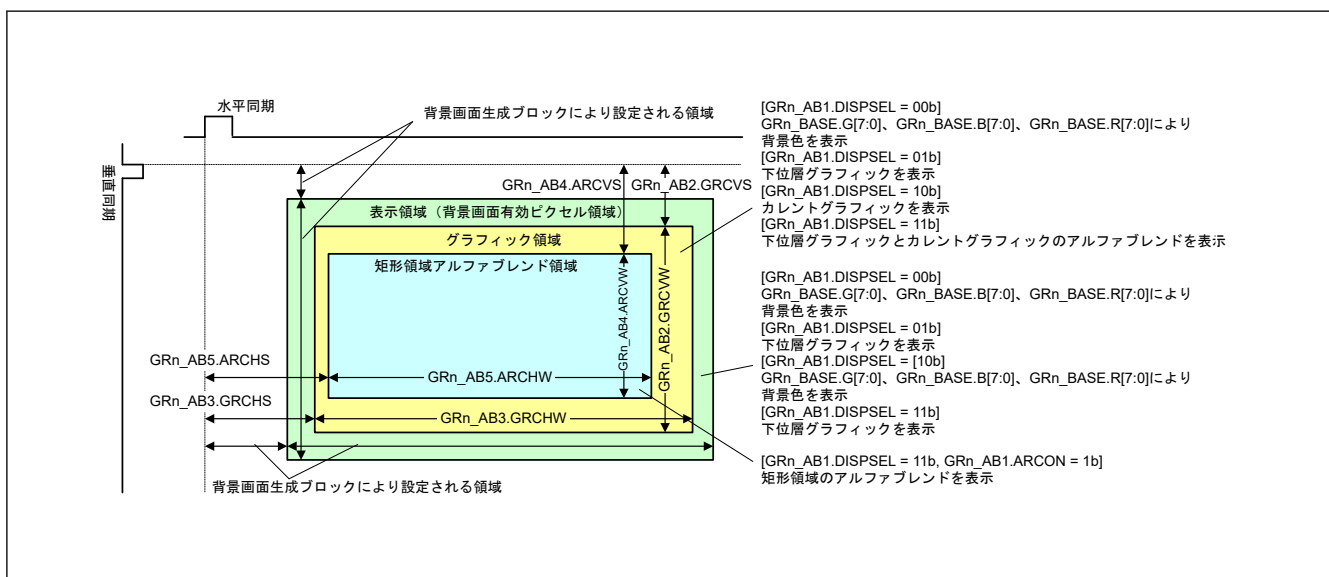

図 49.10 グラフィック表示面の選択
DISPSEL[1:0] ビットは、グラフィック表示面を制御します。面を下位層グラフィックとして選択した場合、前段から入力した画像が (GR1 には背景面が、GR2 には GR1 からの入力) が表示されます。背景色には、GLCDC で指定した背景色が適用されます。カレントグラフィックには、GLCDC0/GLCDC1 バスから GLCDC が読み出したグラフィックデータを拡張して得られた ARGB8888 データが表示されます。カレントグラフィックの表示を選択した場合 (このビットを 10b に設定した場合)、ピクセル単位で指定したアルファブレンド値に関係なく RGB888 データが表示されます。レジスタ設定と表示領域の関係を、表 49.8 と図 49.10 に示します。
GRCVS[10:0] ビットは、垂直同期信号 (VS) のアサートに関連して、グラフィック画像領域の垂直方向の開始位置を指定します。グラフィック表示面との関係については、図 49.10 を参照してください。
GRCHS[10:0]ビットは、水平同期信号 (HS) のアサートに関連して、グラフィック画像領域の水平方向の開始位置を指定します。グラフィック表示面との関係については、図 49.10 を参照してください。
ARCVS[10:0]ビットは、垂直同期信号 (VS) のアサートに関連して、矩形領域アルファブレンド画像領域の垂直方向の開始位置を指定します。グラフィック表示面との関係については、図 49.10 を参照してください。
ARCHS[10:0] ビットは、水平同期信号 (HS) のアサートに関連して、矩形領域アルファブレンド画像領域の水平方向の開始位置を指定します。グラフィック表示面との関係については、図 49.10 を参照してください。